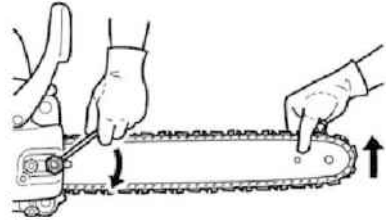

Рис. 5
- Затяните винт механизма натяжения (рис. 5).